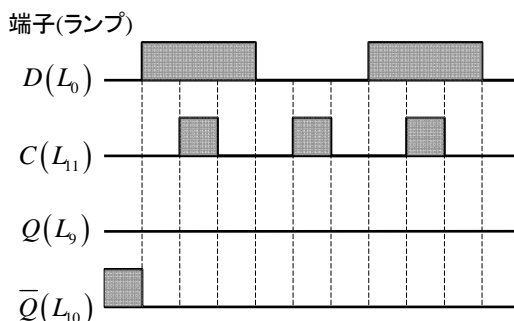

図 8 D フリップフロップのタイムチャート
- a) 図 8 のタイムチャートに従い, フリップフロップの入力端子に対応する 2 個の入力スイッチ S_0 及び P_1 をオンオフにして, フリップフロップの出力端子に対応する 2 個
のランプ L_9 及び L_{10} の状態を図 8 に記録する。
- 図 8 のタイムチャートから、D フリップフロップはクロック C の()時に()の内容を出力 Q に転送する。